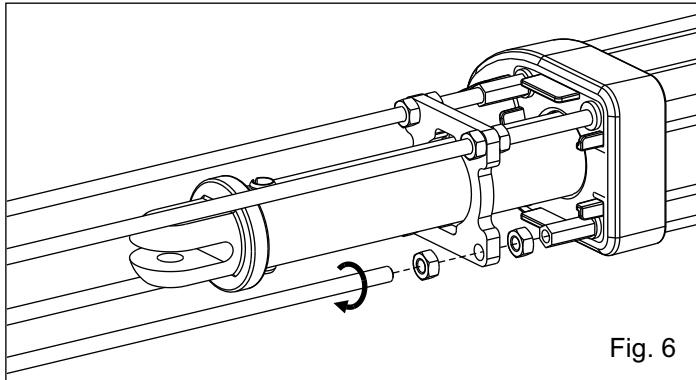

Fig. 6
**6.** Insérer les dés et visser les 4 tirants jusqu'à leur serrage (Fig 6)